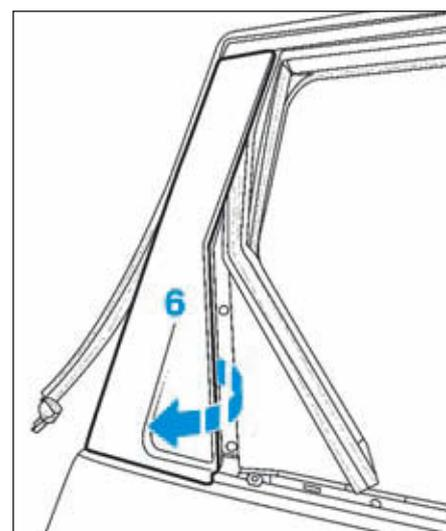

FIG.81
- l'enjoliveur arrière de montant de porte (6) (Fig.81),